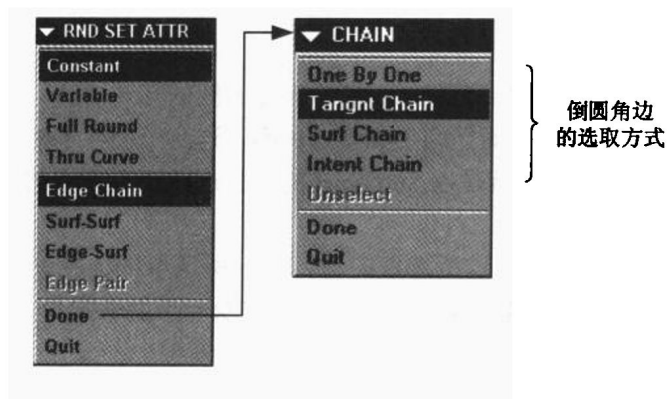

图 1.11
2. **References (倒圆角边的选取方式):** 边的选取方式如图 1.11 所示，常用的选取方式有下列 3 种：